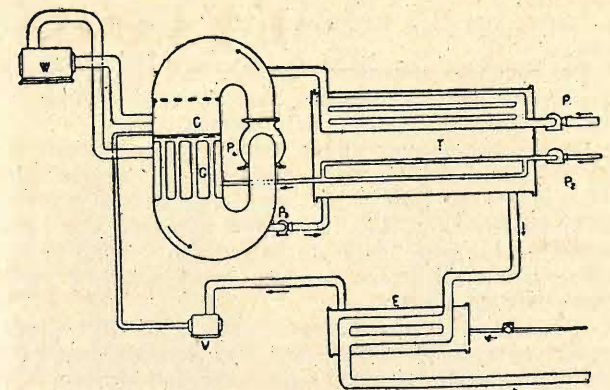

Fig. 5. — Schema d'impianto eliodinamico secondo il sistema delle soluzioni concentrate.
La fig. 5 rappresenta lo schema di un impianto del genere.
Fig. 5. — *Utricularia vulgaris*. - A, pezzo di foglia con molte borse; B, un segmento fogliare con una borsa; C, una borsa in sezione longitudinale: a, parete; v, valvola della borsa. A 2:1, B 6:1, C (da GOEBEL) circa 28:1.
*Utricularia*. — Possiede cellule più differenziate e perfette delle precedenti per l'assorbimento delle proteine, ma non ancora cellule digestive. È pianta acquatica dei nostri paesi priva di radice; lunga anche un paio di metri fluttua nell'acqua, dalla quale assorbe con tutto il corpo il nutrimento. Ha foglie suddivise in numerosi lobi filiformi, alcuni dei quali sono conformati in caratteristici ascidi (fig. 5) per la cattura di piccoli animalletti acquatici. Gli ascidi, verde-pallido o incolori, raggiungono i due o tre millimetri di diametro, sono trasparenti ed hanno forma obliquamente ovale un po' compressa lateralmente; con l'esterno comunicano per mezzo di una stretta apertura, difesa contro animalletti più grossi da setole rigide e acuminate, e fornita di una valvola elastica sottile apertasi per minime pressioni dall'esterno all'interno. Gli animalletti presi in trappola, attratti forse dalla perfetta somiglianza degli ascidi con le *Daphnie*, finiscono col morire di fame e, in seguito all'azione dei batteri, con l'essere assorbiti da speciali cellule a quattro espansioni, nelle quali si notano i residui della digestione sotto forma di cristallini somiglianti a quelli dell'acido urico.